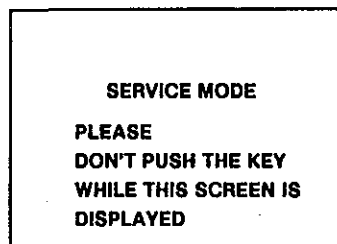

Fig. 1
- 5) Presione las tecla [CONTROLES DE IMAGEN  $\Delta/\nabla$ ] hasta obtener la pantalla de modo de servicio indicada en la Fig. 1.